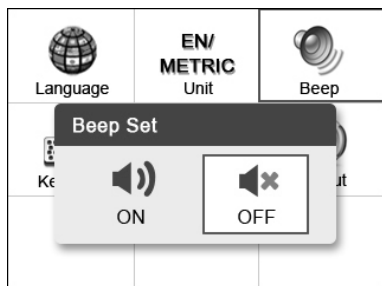

Figura 3.5
- 2) Desde el menú establecer pitido de los botones, utilice el botón de desplazamiento hacia **LEFT/RIGHT** y seleccionar Pitido **Encendido** o **APAGADO** para encender/apagar el sonido. (Figura 3.5)